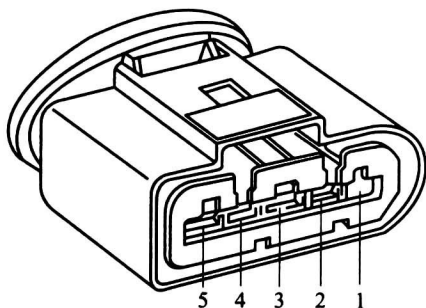

图 1-8 空气流量计端子
1) 用万用表测量 4 号端子（见图 1-8）与搭铁之间的电压应为_____V 左右。